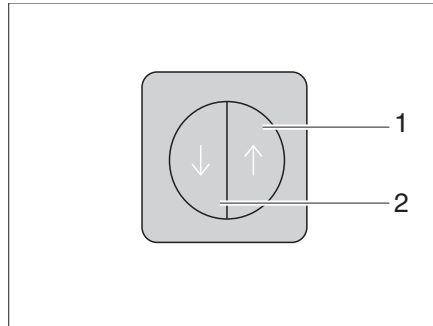

Bild 17 Schalter für Zentralverriegelung der Küchenbedienzeile
Die Küchenbedienzeile ist mit einer Zentralverriegelung ausgestattet. Die Klappen und Schubfächer des Küchenblocks lassen sich über den Schalter (Bild 17) manuell verriegeln und entriegeln.
- Verriegeln* ■ Schalter (Bild 17,2) drücken. Klappen und Schubfächer des Küchenblocks sind verriegelt.
- Entriegeln* ■ Schalter (Bild 17,1) drücken. Klappen und Schubfächer des Küchenblocks sind entriegelt.